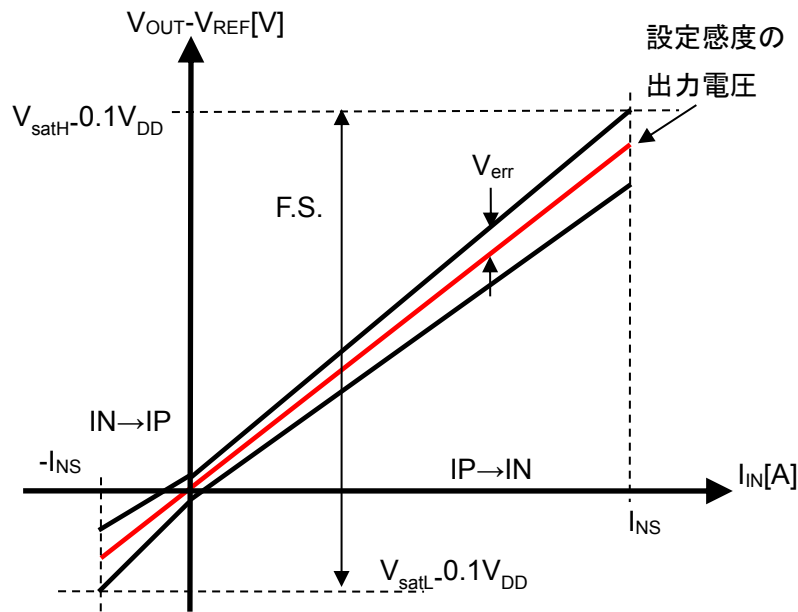

Figure 4. CZ-3726 の総合精度
10.4 総合精度 E_{total} [%F.S.]は以下のように定義します。(Figure.4 参照)